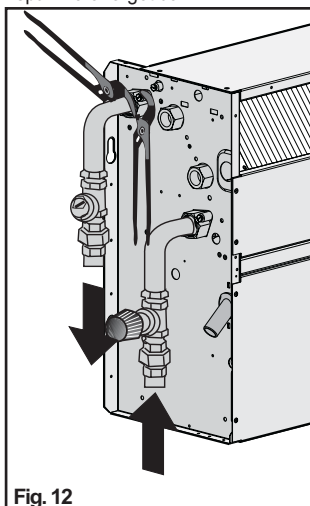
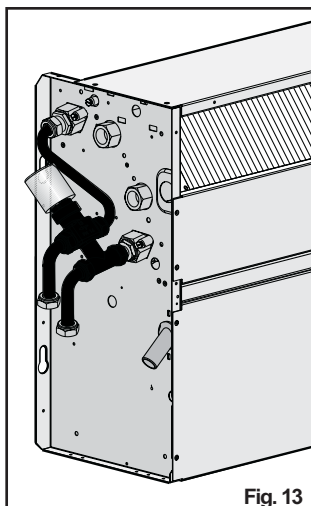

Fig. 12
Fig. 13
**ATTENZIONE!** Usare sempre chiave e controchiave per l'allacciamento della batteria alle tubazioni (fig. 12) Se presente, isolare adeguatamente il corpo valvola con materiale coibente (fig. 13).